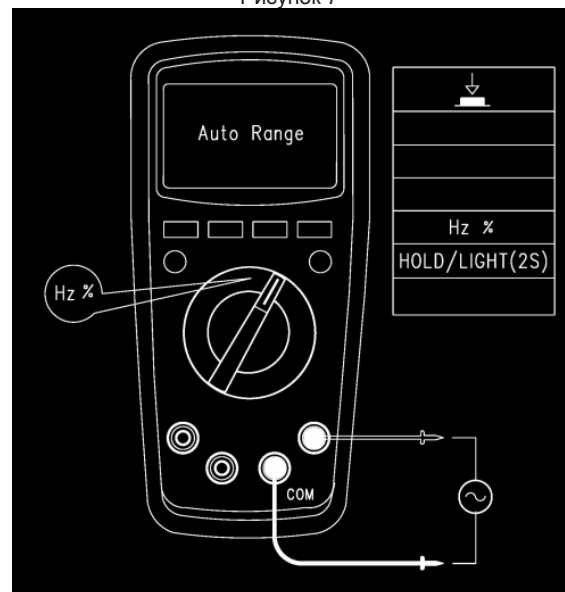

Рисунок 8
9.6. Измерение емкости (доступно только в моделях UT139B/C) (см. рисунок 8)